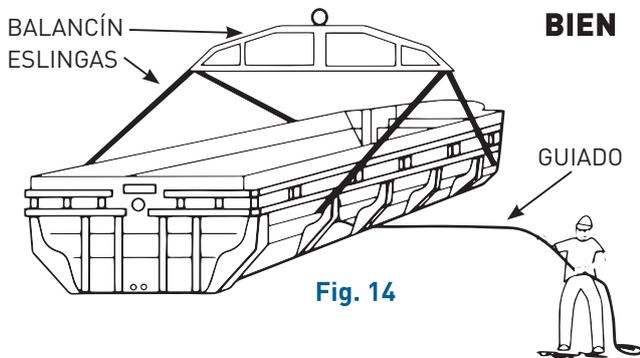

Fig. 14
- **Cuando se realicen evoluciones aéreas poner las cintas de guiado (Fig. 14, 15)**